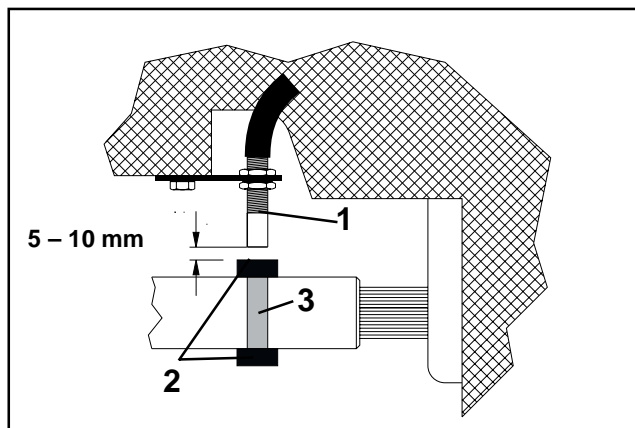

Fig. 18
Føleren "A" (Fig. 18/1) virker sammen med to magneter (Fig. 18/2) sammen. Disse magneter er skal monteres over for hinanden ved den aksel der skal overvåges. Hertil bliver magneterne enten
- monteret på akslen ved hjælp af et spændebånd (Fig. 18/3).